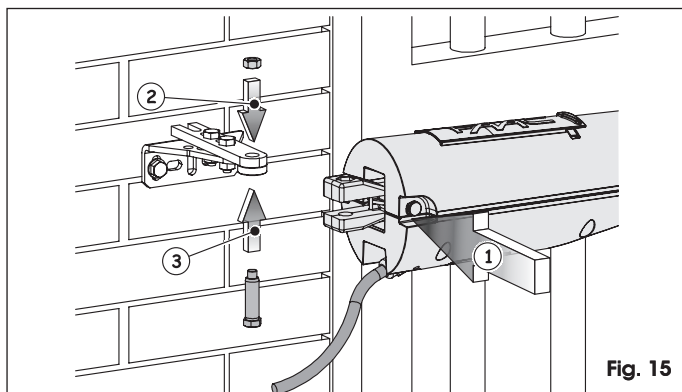

Fig. 15
6. Fixer l'opérateur à la patte postérieure d'après la figure 15 en utilisant l'axe fourni.